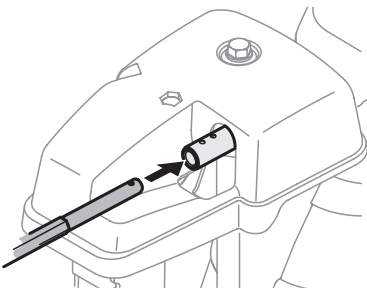

Figura 2-14
2. Inserte la varilla de control del canal dentro del cabezal de control del canal. Empuje la varilla tan lejos dentro del cabezal de control del canal como sea posible, manteniendo los orificios en la varilla orientados hacia arriba. Consulte Figura 2-14.